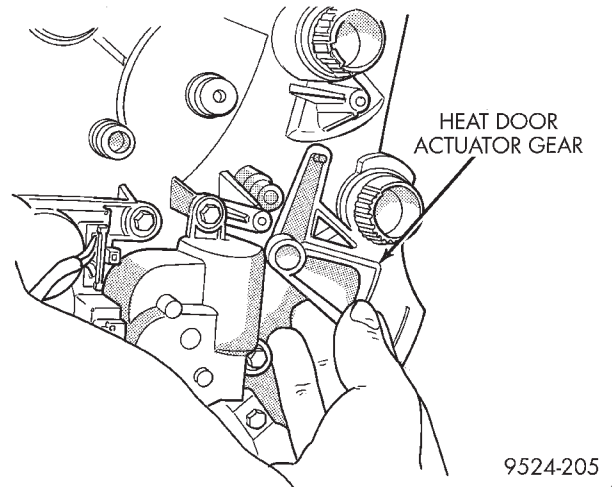

Fig. 67 Heat Door Gear
(14) Remove heat door actuator gear (Fig. 67).